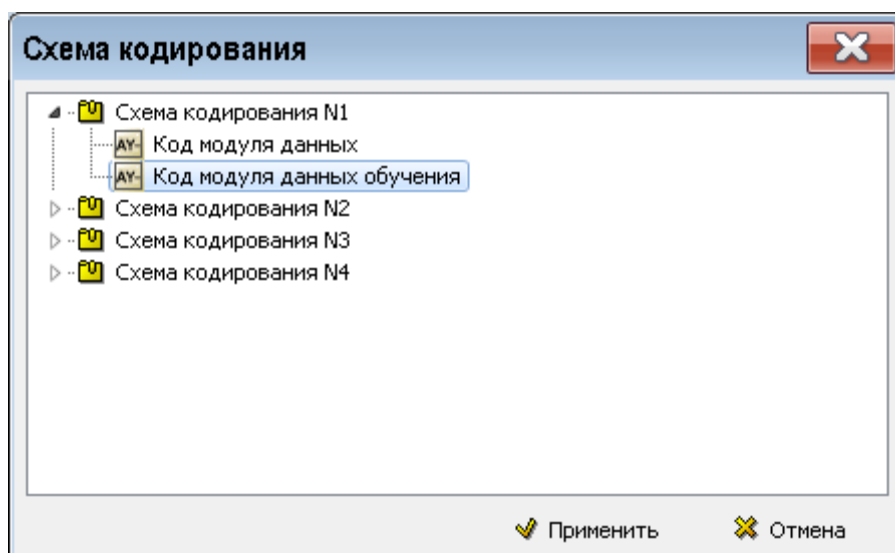

Рис. 3.82
4. Установите флаг у параметра **Использовать кодирование** и загрузите схему кодирования «Код модуля данных обучения» (Рис. 3.82).